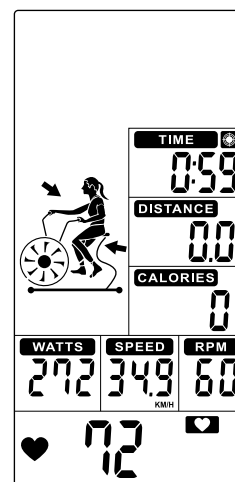

FIGURA 40
- O valor do TEMPO predefinido entra em contagem regressiva, DISTÂNCIA (display 4), CALORIAS (display 5), WATTS (display 6), VELOCIDADE (display 2) e RPM (display 1) começam a contar. (Figura 40)